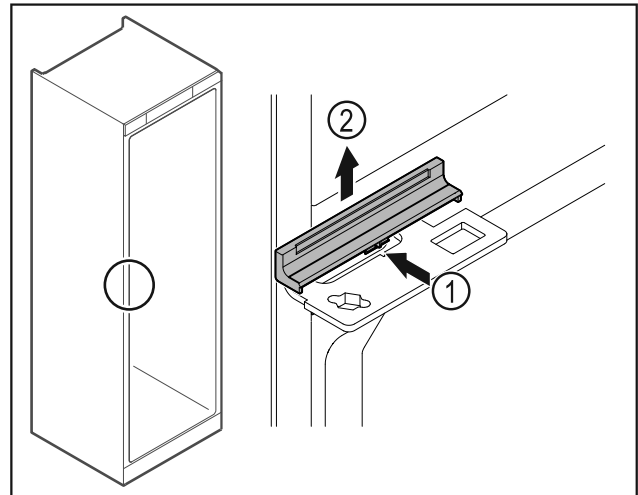

Fig. 42
- Premere leggermente la copertura Fig. 42 (1) al centro e rimuoverla sollevandola verso l'alto Fig. 42 (2).